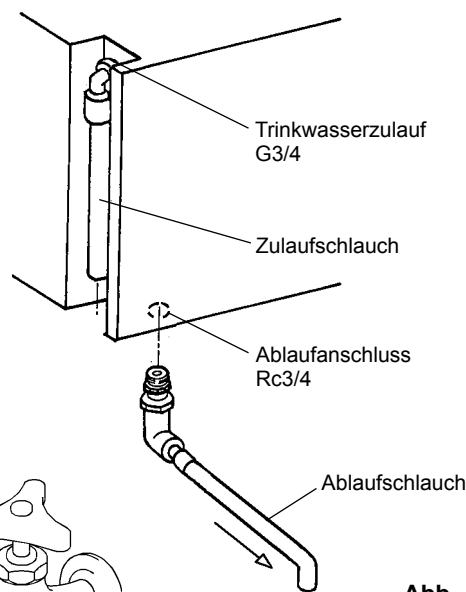

Abb. 4
- 1) Abgewinkeltes Ende des weißen, flexiblen Zulaufschlauchs (Zubehör) auf den G3/4-Anschluß am hinteren Boden des Eisbereiters aufstecken (Abb. 4). Dabei darauf achten, daß die Gummidichtung richtig liegt. Per Hand anziehen, bis die Verbindung dicht ist.
- 4) Ziehen Sie den 3/4-3/4 Stutzen und das Winkelstück auf dem Rc3/4-Anschluss unten am Eisbereiter wie gezeigt (Abb. 4) fest. P.T.F.E.-Band und/oder ein geeignetes Dichtmittel sind zu verwenden, um eine dichte Verbindung zu erhalten.